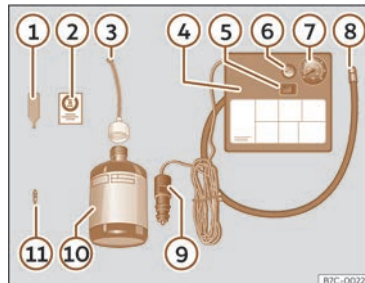

Fig. 213 Représentation standard : contenu du kit anticrevaison.
Le kit anti-crevaison se trouve dans le coffre à bagages, sous le revêtement de plancher. Il inclut les éléments suivants >>> fig. 213 :
- Dévissez le capuchon et l'obus de la valve du pneu. Utilisez l'appareil >>> **fig. 213** ① pour extraire l'obus. Placez-le sur une surface propre.
- Agitez fortement la bouteille de produit de colmatage des pneus >>> **fig. 213** ⑩.
- Vissez le tuyau de gonflage >>> **fig. 213** ③ sur la bouteille de produit de colmatage. Le plombage du goulot de la bouteille est automatiquement percé.
- Retirez le bouchon du tuyau de remplissage >>> **fig. 213** ③, puis vissez l'extrémité ouverte du tuyau sur la valve du pneu.
- Placez de nouveau l'obus avec l'outil >>> **fig. 213** ① sur la valve du pneu.
- Vissez le tuyau de gonflage du pneu du compresseur >>> **fig. 213** ⑧ sur la valve du pneu.
- Vérifiez si la vis d'évacuation d'air est serrée >>> **fig. 213** ⑥.
- Branchez le connecteur >>> **fig. 213** ⑨ à la prise de courant de 12 volts du véhicule >>> page 219.
- Raccordez le compresseur d'air au commutateur ON/OFF >>> **fig. 213** ⑤.
- Collez l'autocollant >>> **fig. 213** ② sur le combiné d'instruments, dans le champ de vision du conducteur.
Revissez le tuyau de gonflage >>> fig. 213  et vérifiez la pression du manomètre .